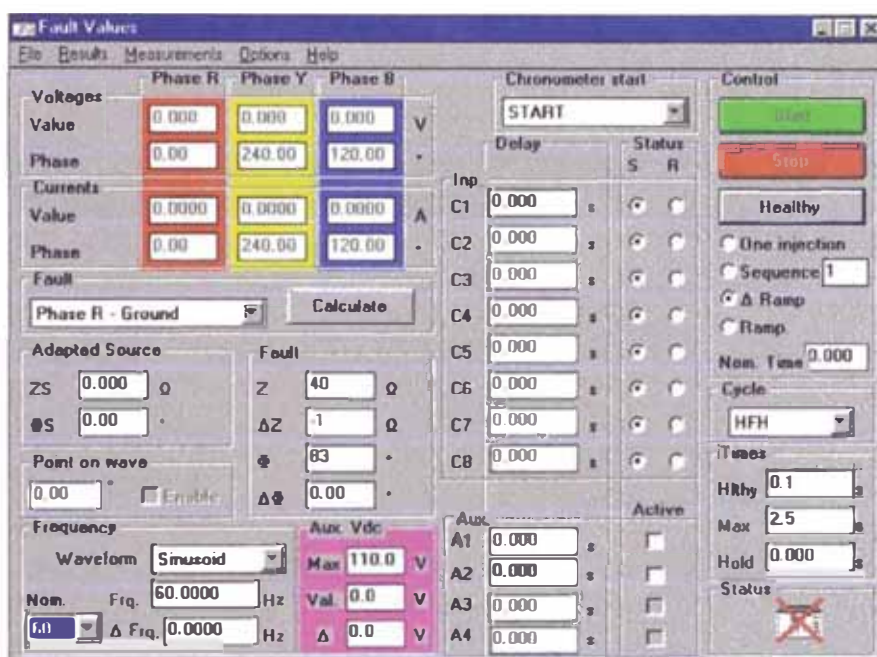

Figura IV.7. Página de Valores de Falla del Programa MANZ
4.3.3.2 Valores de falla (Ver figura IV.7)